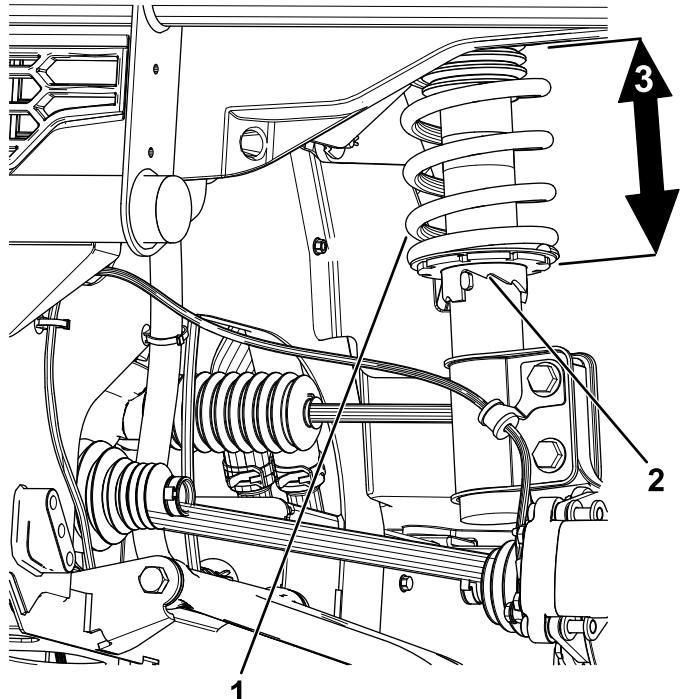

Figura 121
- Si la altura sobre el suelo no es correcta, utilice la llave de ajuste de muelles para girar el collarín del amortiguador para alinear la rueda (Figura 121).